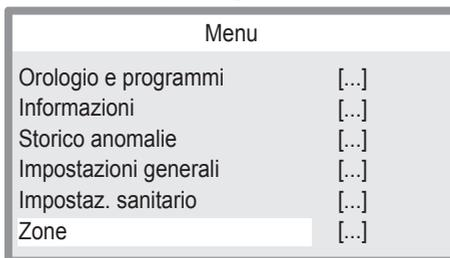

Figura 2.27
- Premere il tasto 15 (Figura 2.22) per accedere al menu principale (Figura 2.27).